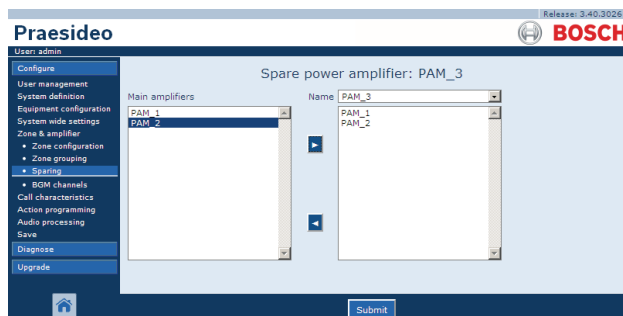

figura 46.14: Reservas, paso 4
- Haga doble clic en el amplificador principal seleccionado o haga clic en el botón > para asignar el amplificador principal al amplificador de reserva. Aparece una pantalla similar a la mostrada en figura 46.14 en el cuadro principal de la interfaz Web.